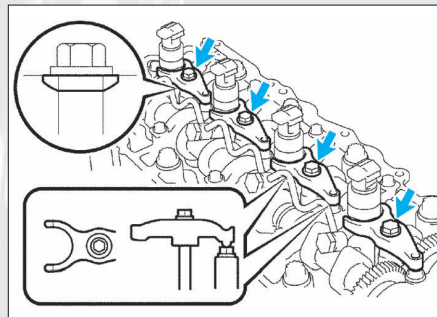

FIG. 63
- placer la bride de chaque injecteur, comme illustré (fig. 63).